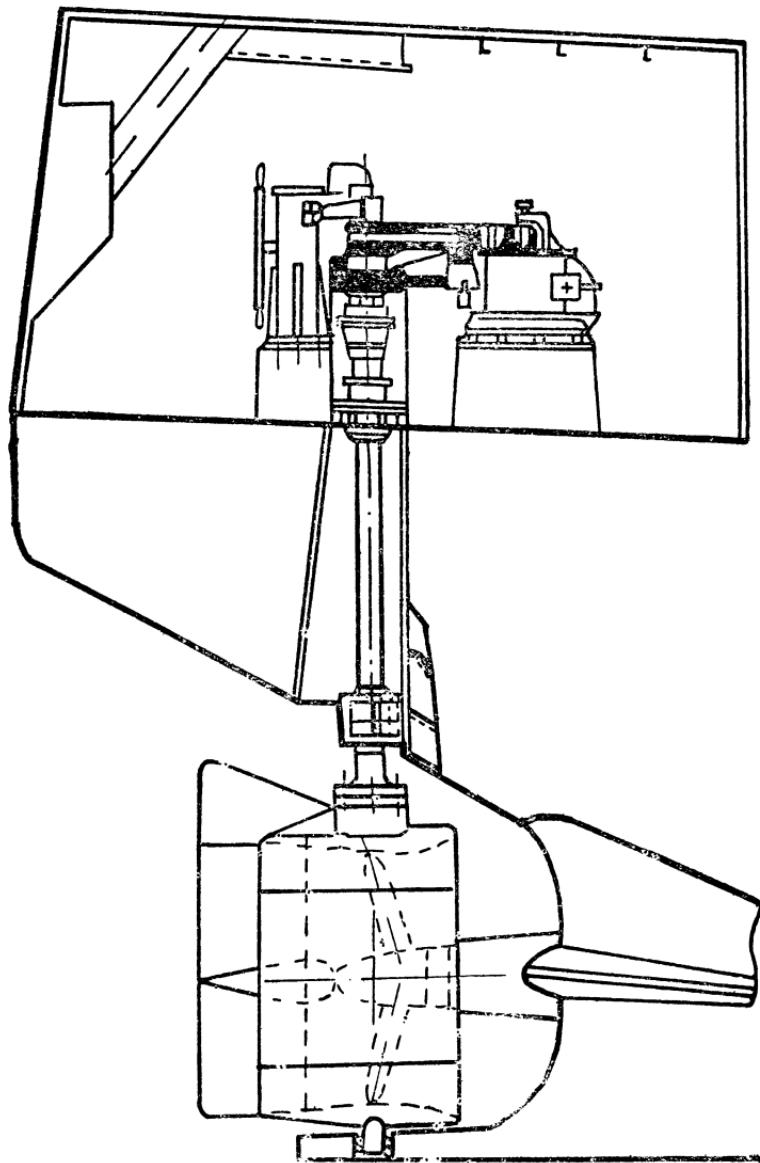

Рис. 27. Рулевое устройство рейдового танкера с поворотной насадкой.
*Насадка* — полое кольцо, поперечное сечение которого имеет специальную форму (рис. 27). Ее конструкция похо-